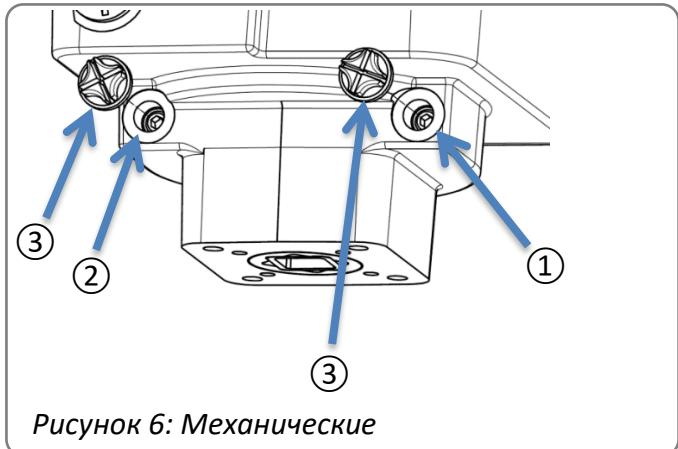

Рисунок 6: Механические
- Снимите защитные колпачки (рис. 6; поз. 3) с обоих регулировочных винтов.
- Вкрутите регулировочный винт до упора для установки положения «ЗАКРЫТО» (рис. 6 Fehler! Verweisquelle konnte nicht gefunden werden.; поз. 1).
- Вкрутите регулировочный винт до упора для установки положения «ОТКРЫТО» (рис. 6 Fehler! Verweisquelle konnte nicht gefunden werden.; поз. 2).